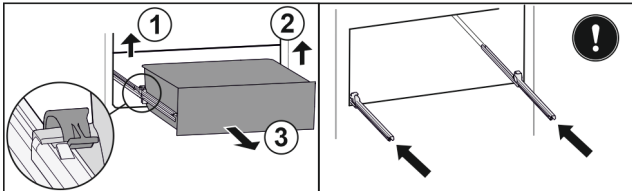

Fig. 54
- ▶ Повдигнете лявата скоба и едновременно с това изтеглете напред чекмеджето отляво. Fig. 54 (1)
- ▶ Повдигнете дясната скоба и едновременно с това изтеглете напред чекмеджето отдясно. Fig. 54 (2)
- ▶ Извадете чекмеджето напред. Fig. 54 (3)